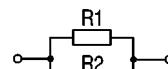
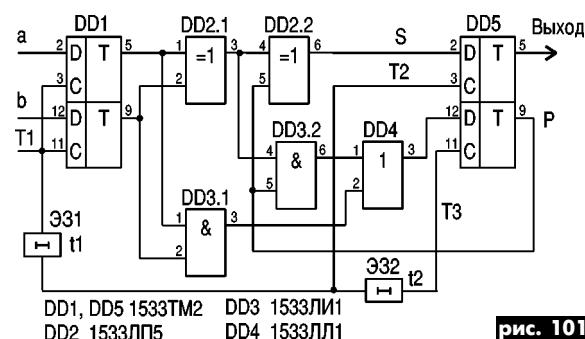
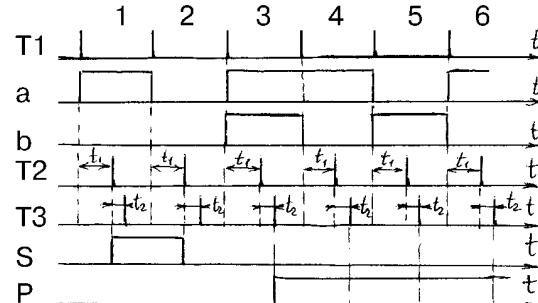
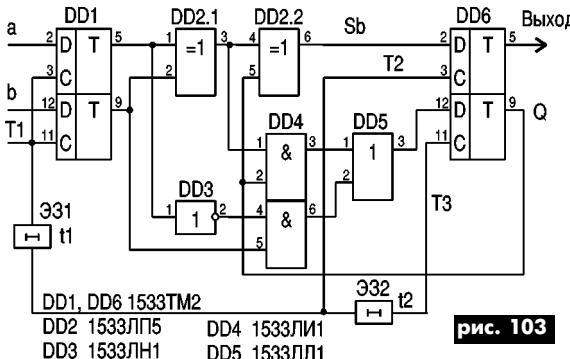

рис. 6
рис. 101
рис. 102
рис. 103
2. Сопротивление двух параллельно соединенных резисторов (**рис. 6**) равно $R = R_1 R_2 / (R_1 + R_2)$ или $R_{общ} = 1 / (1/R_1 + 1/R_2)$ или $R_{общ} = R_1 R_2 ... R_n / (R_1 + R_2 + ... + R_n)$.
Двоичный последовательный код передается по одному проводу, начиная с младших разрядов. На **рис.101** показана схема сумматора двух последовательных двоичных кодов "a" и "b", на **рис.102** – диаграммы напряжений в этой схеме. Каждый разряд появляется последовательно с тактовыми импульсами T1, и этими импульсами записывается в D-триггеры DD1 (код "a" записывается в верхний триггер; код "b" – в нижний триггер). Логические элементы DD2, DD3, DD4 образуют одноразрядный полный сумматор (его схема приведена в "РА" 12/97, рис.6,а). Результат S задержанными импульсами T2 (они задержаны на некоторое время t1 в элементе задержки Э31) записывается в верхний D-триггер DD5. Перенос в следующий разряд P записывается в нижний триггер DD5 тактовыми импульсами T3, которые дополнительно задержаны относительно импульсов T2 на время t2 в элементе задержки Э32. Этот перенос участвует в следующем такте суммирования.
На **рис.103** показана схема устройства вычитания двух последовательных двоичных кодов. Если проанализировать процесс вычитания и построить карту Карно для результата и сигнала заема (для процесса суммирования такое построение сделано в "РА" 12/97), то окажется, что для результата карта Карно такая же, как для суммирования, а для заема карта Карно несколько отличается от карты Карно для сигнала переноса при суммировании. Поэтому по сравнению со схемой на рис.101 в схеме
на рис.103 добавился инвертор DD3, кроме того, для формирования сигнала заема используется выход не первого элемента DD2.1, а второго DD2.2. В остальном схема рис.103 работает так же, как и схема рис.101.
Схема умножения для последовательных двоичных кодов является развитием схемы рис.101. При этом по выходу S устанавливается последовательный регистр хранения суммы, в который заносится число "a", кроме того, еще один последовательный регистр используется для постоянного хранения числа "a". Умножение на n-разрядное число требует p циклов суммирования. Последовательный выход регистра подключается вместо входа "a", а на вход "b" подается (при лог."1" в данном разряде числа "b") число "a" со второго регистра либо (при лог."0" в данном разряде числа "b") нули. При p циклах накопления суммы в регистре хранения суммы накапливается произведение чисел. Следует отметить, что при каждом последующем цикле суммирования число со второго регистра сдвигается на один разряд вверх. Разрядность регистра хранения должна быть не меньше n + m, где m – разрядность чисел "a" и "b". Поскольку процесс деления чисел представляет собой последовательность циклов вычитания, точно также на основе схемы рис.103 можно построить схему деления для последовательных двоичных кодов.